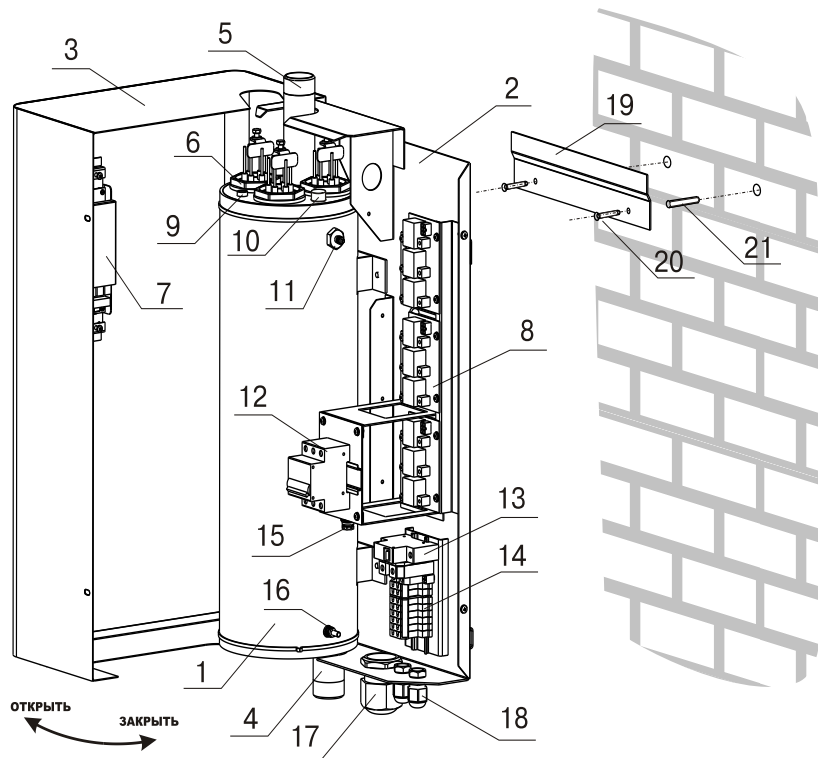

Рис.1 Конструкция электроводонагревателя и способ его крепления к стене
5.1. Электроводонагреватель (Рис.1) состоит из корпуса (1) сварной конструкции с фланцами, патрубком входа воды (4) и патрубком выхода воды (5),имеющих резьбу G1 1/2-В. В верхней части корпуса установлены три блока нагревательных элементов(6),датчик температуры воды(9), датчик перегрева(10) и датчик уровня воды(11). Корпус установлен на основании(2). Защитный кожух (3) выполнен из стального листа и служит для защиты обслуживающего персонала от ожогов и поражения электрическим током. Кожух подвешен на основании при помощи механизма, который позволяет не снимая кожух с электроводонагревателя,открывать и закрывать его в направлении,указанном на Рис.1. При необходимости кожух можно легко снять с основания.
- закрепить кронштейн крепления на вертикальной поверхности в необходимом месте с помощью шурупов,входящих в комплект и установить на него водонагреватель как показано на Рис.1.
- открыть кожух (3) как показано на Рис. 1, предварительно выкрутив четыре винта крепления кожуха;
- закрыть кожух (3) как показано на Рис. 1 и закрутить винты крепления.